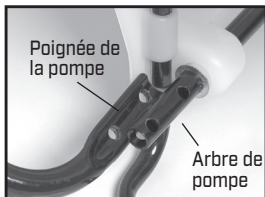
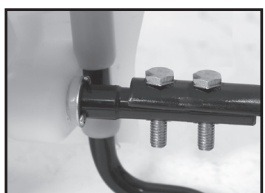

Figure 2
Figure 5
La poignée de pompe s'installe à l'une ou l'autre extrémité de l'arbre de la pompe (A). Pour installer la poignée de pompe, placez la poignée (C) sur l'arbre (A) en alignant le trou de la poignée de pompe et le trou de l'arbre. Glissez le boulon (B) à travers des trous vis-à-vis, comme montré aux figure 3. Serrez l'écrou (D) au boulon. Il y a dans trous dans la poignée de la pompe pour permettre un montage de gaucher (fig. 2- 4) ou droitier (fig. 5).